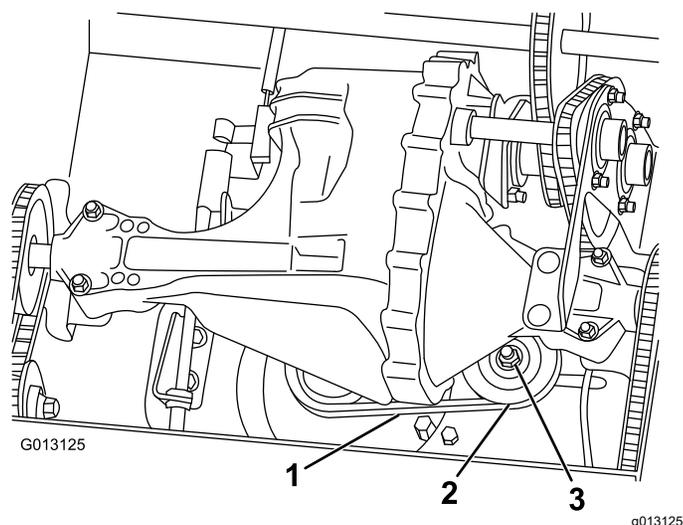

Рисунок 46
3. Нажмите на ремень привода в точке посередине между шкивами с усилием 9 кг (Рисунок 46).
1. Ослабьте гайку крепления натяжного ролика (Рисунок 46).